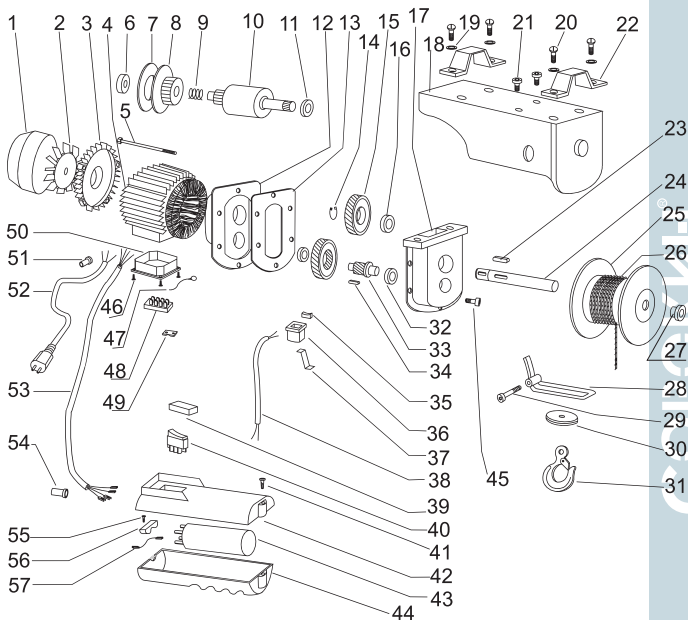

Рисунок 1 - Устройство электродвигателя
С помощью дистанционного пульта, манипулируйте степенью подъёма или спуска груза. Когда фиксатор (30, рис. 1) упрётся в стопор (28) мотор электротельфера автоматически остановится. Это позволяет уберечь мотор от перегрузки и его повреждения.